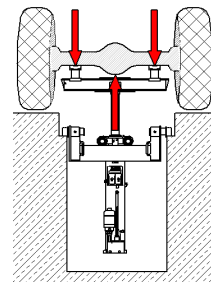
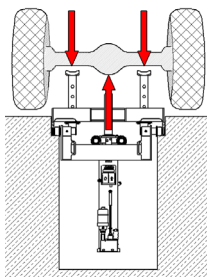
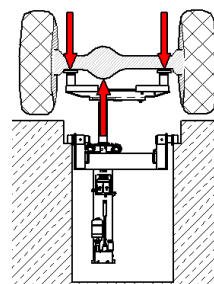

Fig. 19
Fig. 21
Fig. 22
- *Il baricentro del carico deve essere sempre posizionato centralmente sopra il dispositivo di sollevamento. → Fig. 19; Fig. 21; Fig. 22*